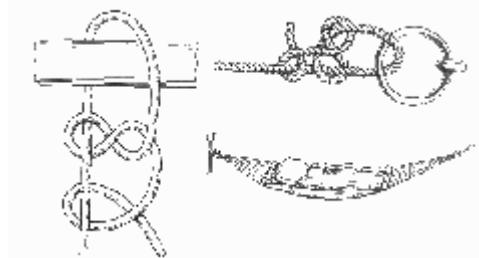

рис. 11. Коечный штык
**Коечный штык** (рис. 11). На протяжении многих столетий постелью для матросов на кораблях служила парусиновая подвесная койка в виде гамака с тонким матрацем из крошеной пробки. В плане она имеет вид прямоугольника, у малых сторон которого сделано по восемь люверсов для так называемых шкентросов. Эти шкентросы соединяются в кольцах, которые в свою очередь подвешиваются за коечные штерты к особым рымам в бимсах или к прутьям, сделанным в кубрике корабля для подвешивания на ночь коек. Днем койки в скатанном виде вместе с подушкой, одеялом и простыней хранились в так называемых коечных сетках вдоль борта на палубе и служили надежным бруствером от ядер и шрапнели во время боя. Вечером, перед отбоем по команде «Койки вниз!» их несли под палубу и подвешивали. Завязывание узла для подвешивания койки – дело серьезное. Здесь нужно применить такой узел, который бы не затягивался, легко развязывался и надежно держал. Самое главное, чтобы он не развязался сам под действием непрерывной качки корабля. Матросы пользовались для подвешивания своих коек различными узлами, но наиболее надежным считался коечный штык.